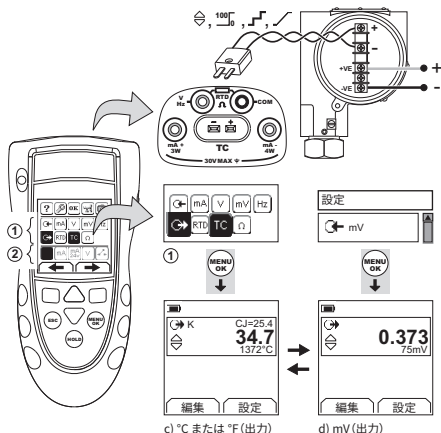

図 9: 構成例 - 熱電対の温度 (°C/°F) または 電圧 (mV) の測定 / シミュレート
熱電対の線を、適切な TC ミニ - コネクタ (図 9) に取り付けます。幅の広いブレードがマイナスです。次に、コネクタを計器に取り付けます。
1. 本計器を接続し (図 9)、必要に応じてセットアップ (表 1) を調整します。